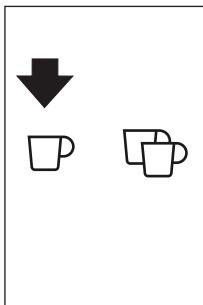

Abb. 19
- ▶ Durch Drücken der Sensortaste ☰ (B10) (Abb. 19) lässt sich jeweils eine Tasse Kaffee auf einmal aufbrühen.